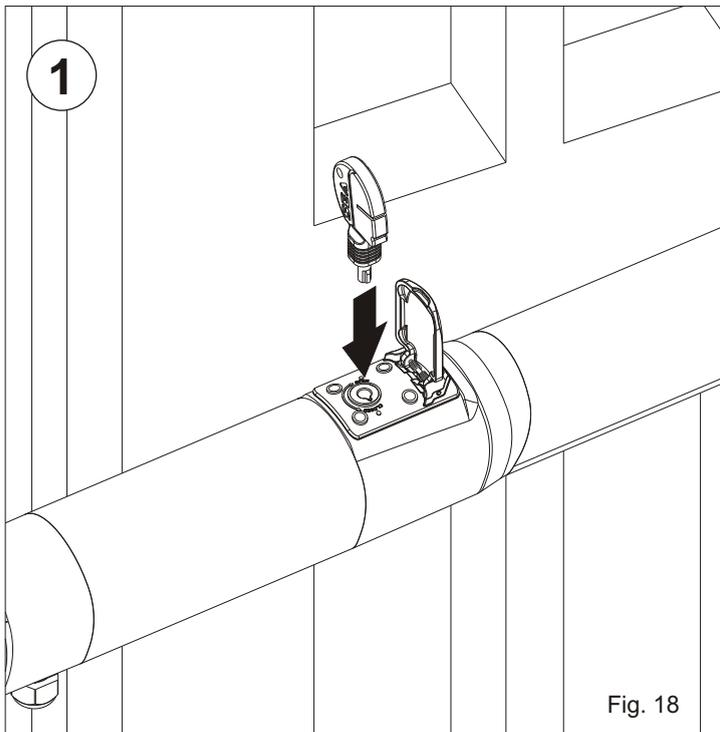

Fig. 18
1. Insérer la clef de déverrouillage dans la fissure comme dans Fig. 18